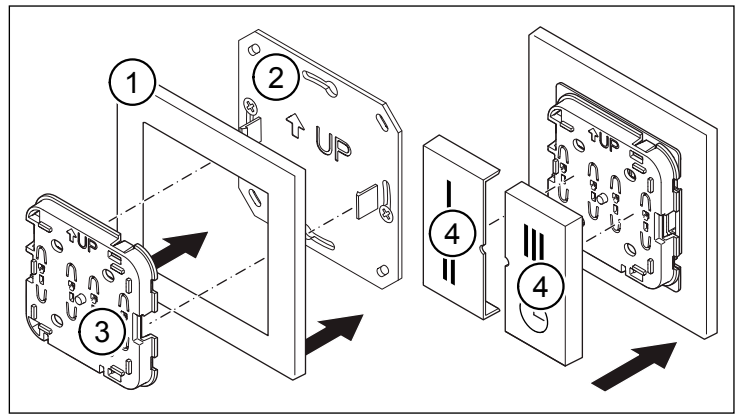

Abb. 4: Funktaster zusammenbauen
- ▶ Setzen Sie den Rahmen (Pos. 1 in Abb. 4) auf die Montageplatte (Pos. 2 in Abb. 4).
- ▶ Rasten Sie die Elektronik-Einheit (Pos. 3 in Abb. 4) an den Rasthaken der Montageplatte ein. Beachten Sie, dass der Pfeil mit der Bezeichnung „UP“ immer nach oben zeigt.
- ▶ Setzen Sie die beiden Taster (Pos. 4 in Abb. 4) auf die Elektronik-Einheit auf.